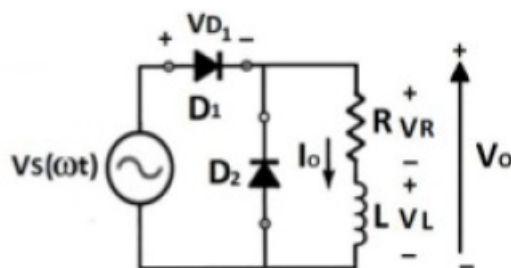

Figura 5: Diagrama do Circuito Retificador de Meia Onda com diodo de retorno
1. Montar o circuito da Figura 5.